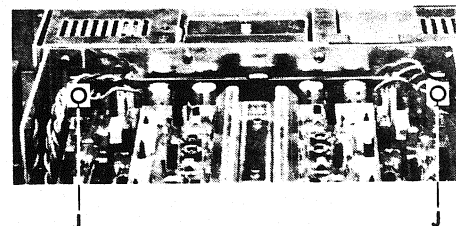

Fig. 2.7
- Dévisser les deux vis [J] de la cornière de fixation (fig. 2.7).